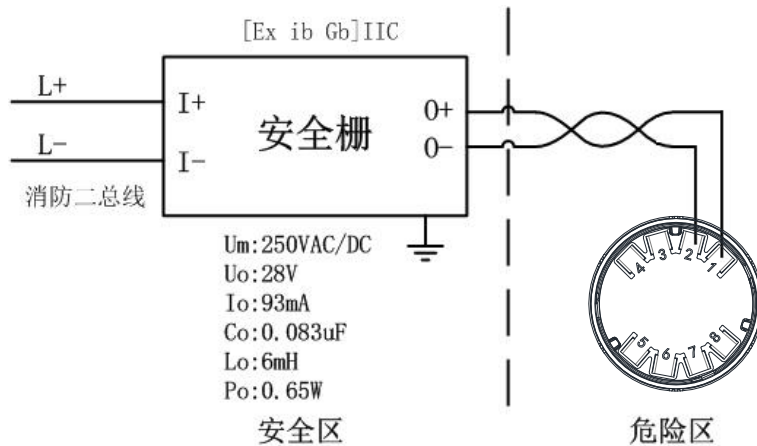

图 4 接线图例
- 将消防二总线通过安全栅后接在底座 1、2 端子上，如图 4。